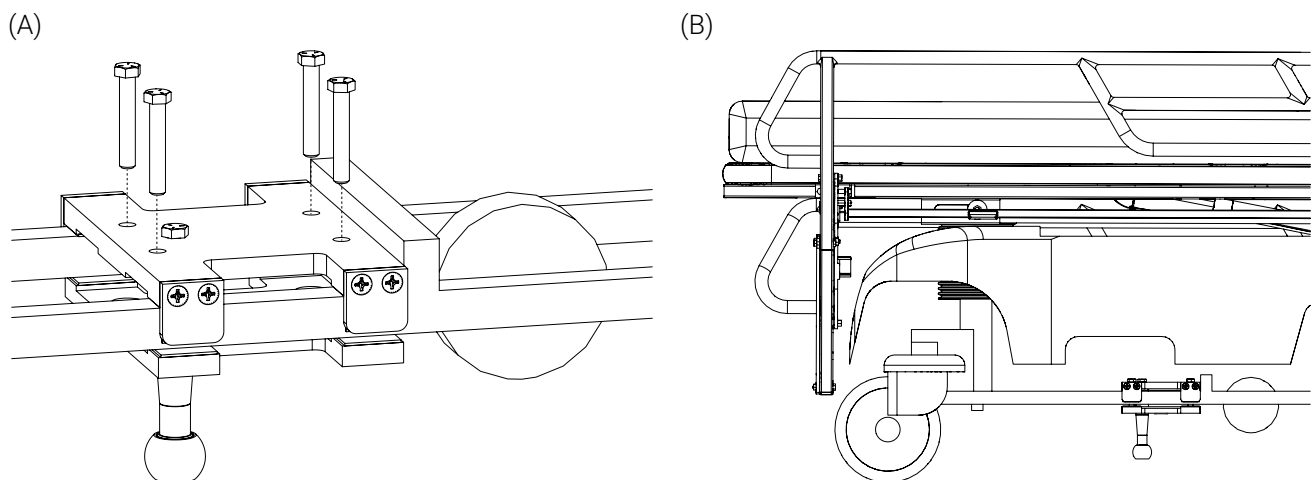

Figure 32: Installation de la Tige d'attelage côté pied sur le cadre de la civière
8. Aligner les trous de vis des plaques, puis serrer les quatre (4) boulons à tête hexagonale 3/8 po-16 X 2,25 po L à l'aide d'une douille 9/16 po et d'une clé dynamométrique (Figure 32).